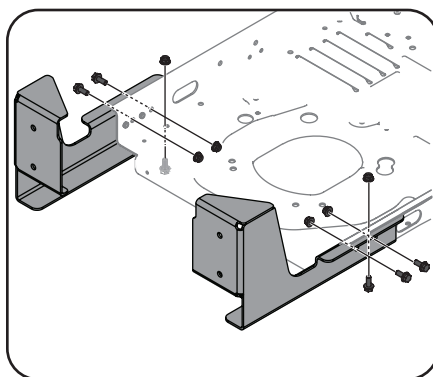

Figura 4-2
1. Asegure las ménsulas del montaje al tractor usando seis tornillos hexagonales, (710-04043) y seis (712-04063) tuercas, de seguridad de brida, desde el paquete de ferretería (689-00567). Vea Figura 4-2